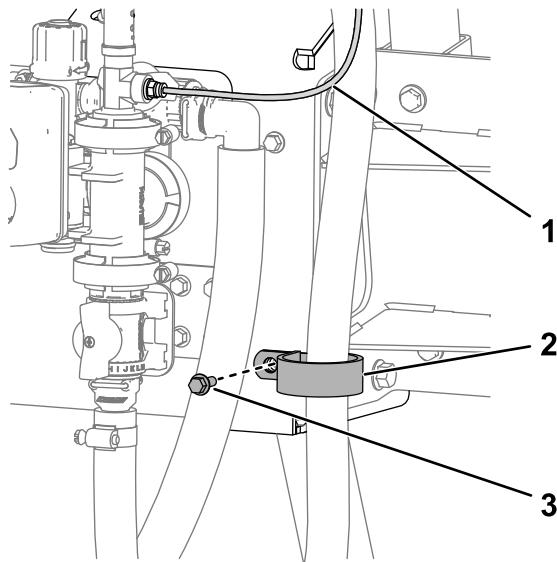

Figura 48
2. Sujete la manguera de 180 cm al orificio inferior del soporte usando la abrazadera en R, el perno con arandela prensada ($\frac{1}{4}$ " -20 x $\frac{3}{4}$ ") y la contratuerca con arandela prensada ($\frac{1}{4}$ "-20), como se muestra en la Figura 48.